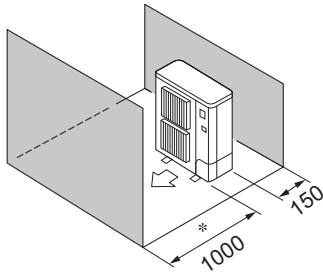

Fig. 3-9
- ⑤ Alleen obstakels aan de voor- en achterzijde (Fig. 3-9)